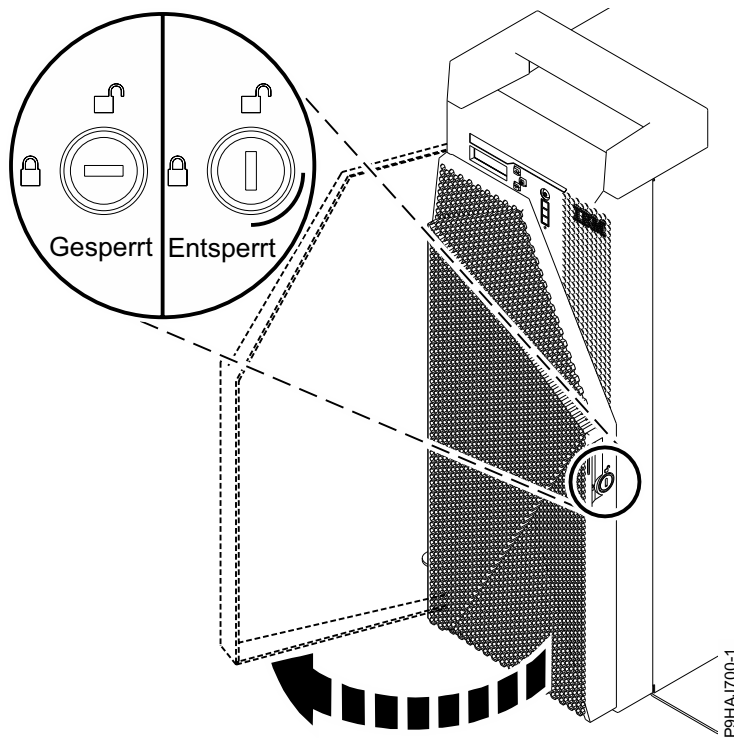

Abbildung 39. Vordere Klappe entsperren
1. Stecken Sie den Schlüssel der vorderen Klappe in das Schloss (siehe Abb. 39 auf Seite 65). Drehen Sie den Schlüssel nach links (gegen den Uhrzeigersinn), um die Klappe zu entsperren. Horizontal bedeutet, dass die Klappe gesperrt ist; vertikal, dass sie entsperrt ist. Öffnen Sie die vordere Klappe.